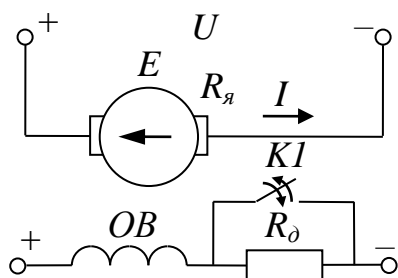

Рисунок 3.32 – Импульсное изменение магнитного потока
4.2 Импульсное регулирование магнитного потока двигателя (рисунок 3.32).